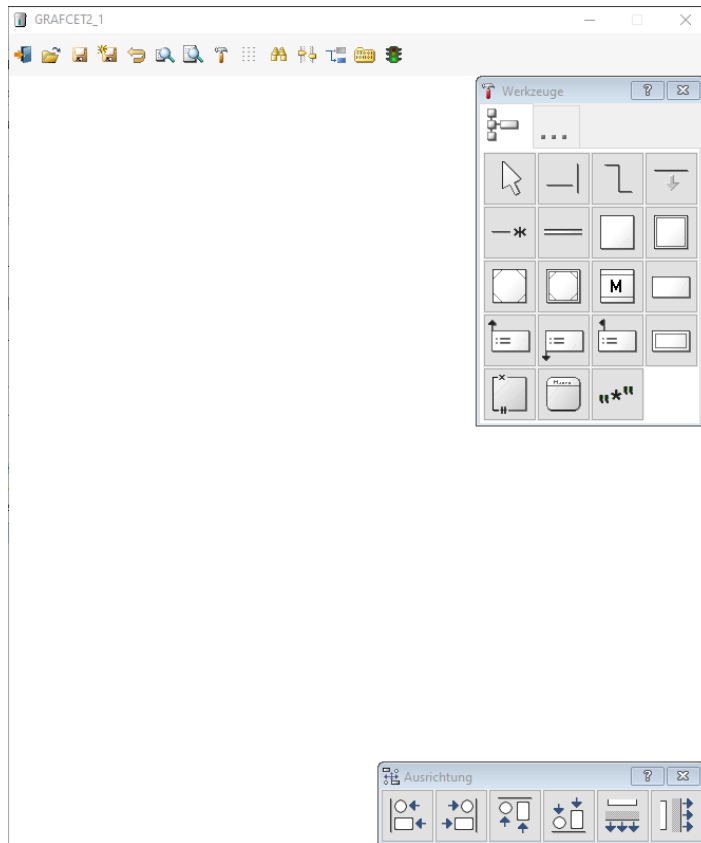

ABBILDUNG 4: LEERE SEITE IM GRAFCET-EDITOR
- Öffnet ein Dialogfeld, über das die Bedienelemente zwischen Rast- und Tastschalter sowie zwischen Schließer und Öffner gewählt werden können (Abbildung 4). Alle Arbeitsblätter befinden sich nach der Auswahl in einem definierten Grundzustand. Wird